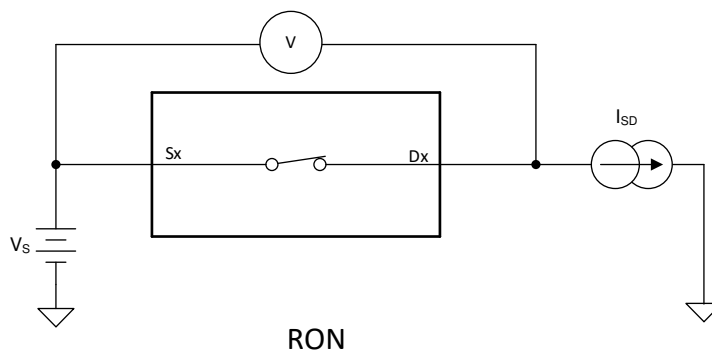

図 16-1. オン抵抗測定時の構成
デバイスのオン抵抗は、デバイスのソース ピン (Sx) とドレイン ピン (Dx) の間の抵抗値 (Ω) です。オン抵抗は、入力電圧と電源電圧によって変化します。オン抵抗は、記号 R_{ON} を使用して示されます。図 16-1 に、 R_{ON} の測定に使用する測定構成を示します。この構成を使用して電圧 (V) と電流 (I_{SD}) を測定し、 R_{ON} は $R_{ON} = V / I_{SD}$ で計算します。